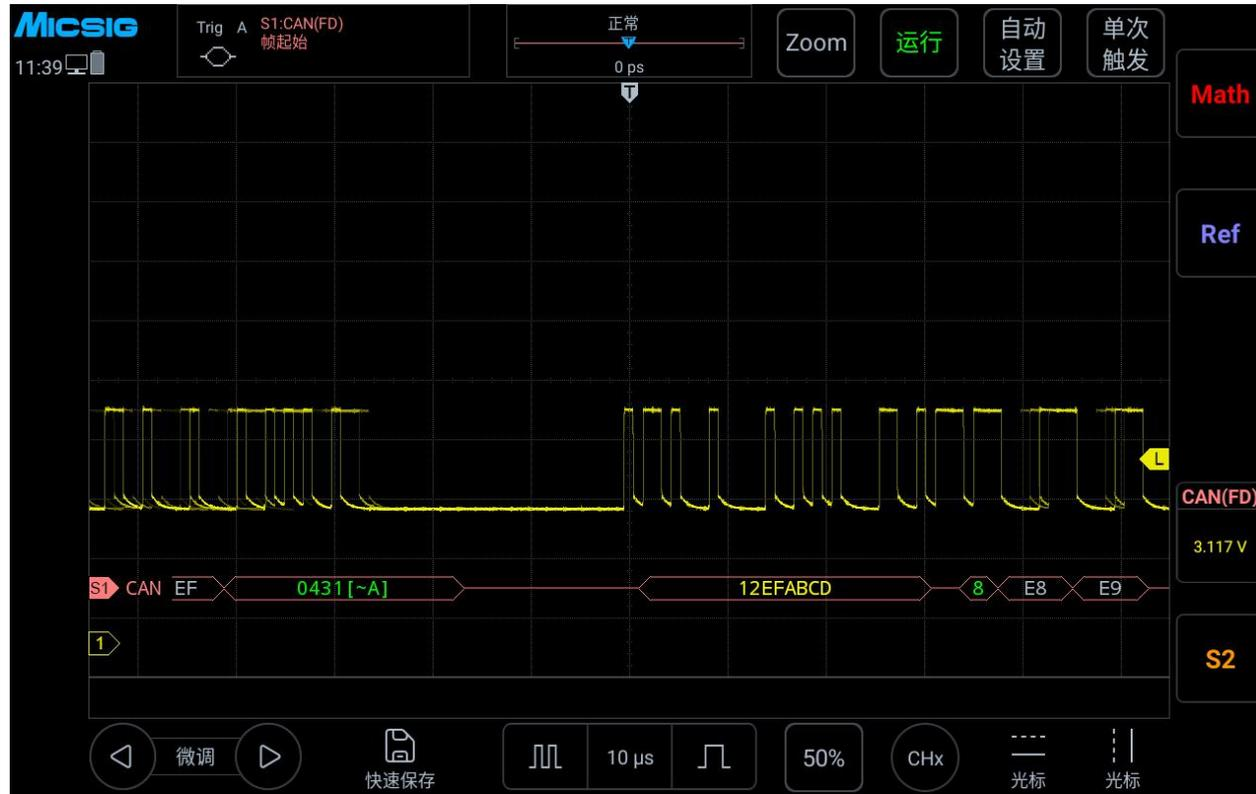

图 12-16 CAN 图形界面
- (3) 打开触发方式配置菜单, 点选“帧起始”;
- (4) 依据信号幅值调节阈值电平; CAN 触发图形界面见图 12-16: